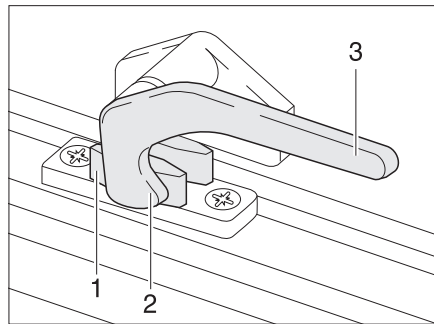

Bild 38 Låsarm i läget "stängd"
- Sväng låsarmen (Bild 38,3) ett kvarts varv mot fönstrets mitt.
- Sväng låsarmen (Bild 38,3) ett kvarts varv mot fönsterkarmen. Låsspaken (Bild 38,2) är placerad på insidan av fönsterlåset (Bild 38,1).
- I läget "helt stängt" (Bild 38).